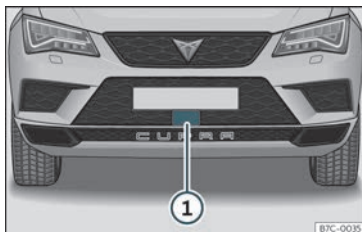

Fig. 217 No parachoques dianteiro: sensor de radar.
Co vehículo detido, apague o motor e vólvao a poñer en marcha. Realice unha comprobación visual do sensor de radar >>> **fig. 217**. Se segue sen estar dispoñible, acuda a un taller especializado para que revisen o sistema.
No parachoques dianteiro vai montado un sensor de radar para captar a situación do tráfico >>> **fig. 217 ①**.
- Esta indicación visualízase se a visibilidade do sensor de radar está minguada debido a forte bruma ou suciedade. Limpe o sensor »» **fig. 217**.